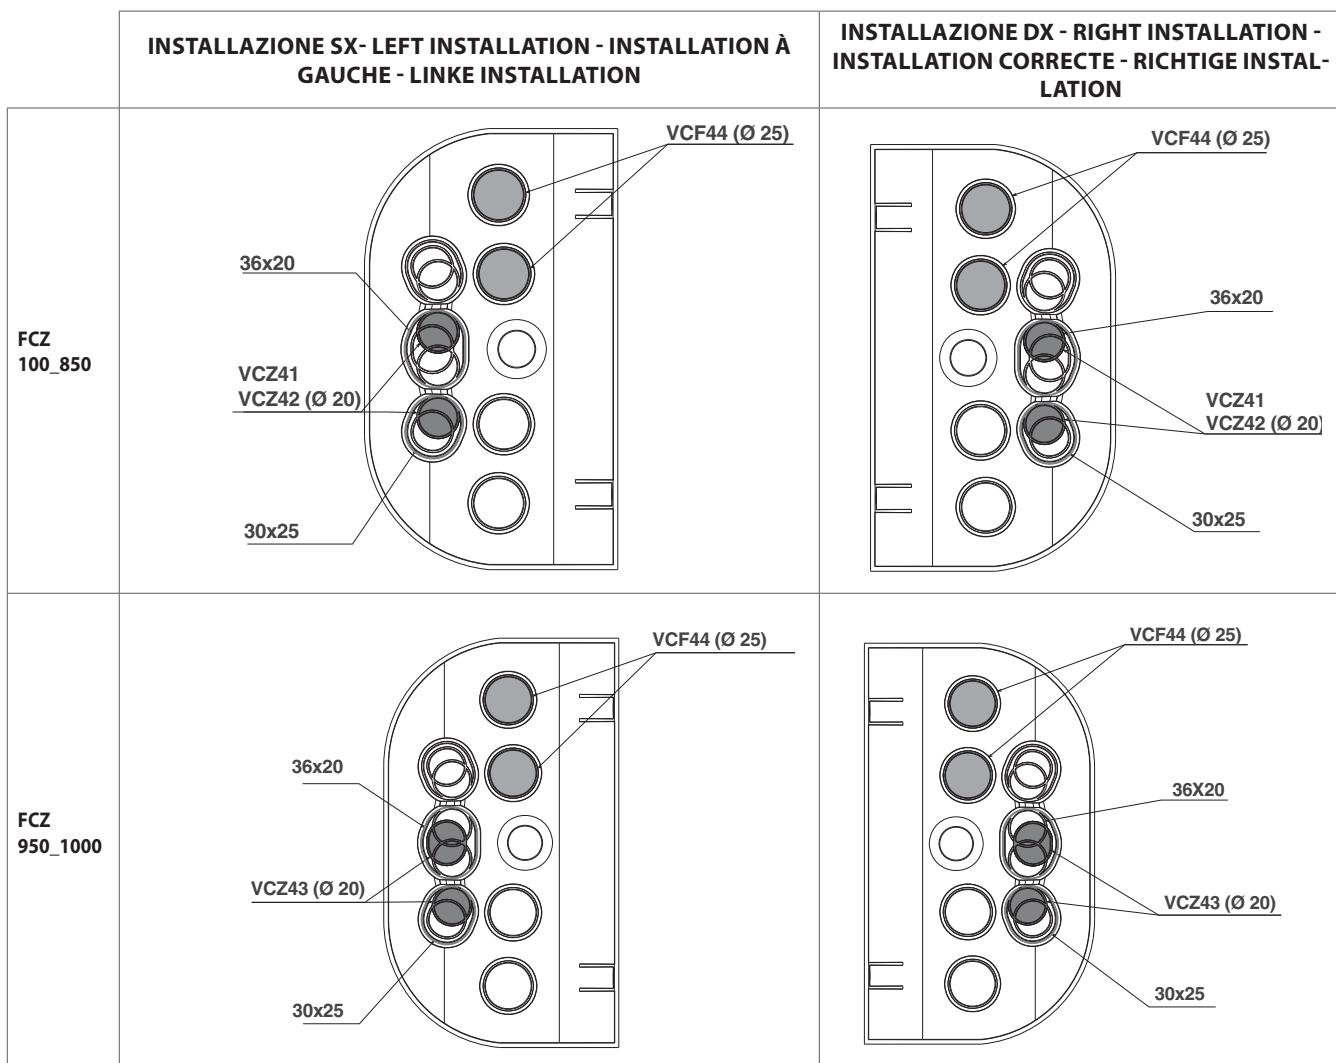

Fig. 2
- nel caso le connessioni idrauliche arrivino dal pavimento sfondare parzialmente, in base alle esigenze d'impianto e alla sezione del tubo, i setti in plastica (vedi tabella fig. 2), ed infilarvi i tubi stessi isolandoli fino a sotto la bacinella. Successivamente provvedere a sigillare con silicone i fori di passaggio onde evitare trafilamento di condensa lungo i tubi;
- if the hydraulic connections come from the floor, partially break through the plastic baffles (see table fig. 2), according to the system's requirements and the pipe's cross-section, and insert the pipes, insulating the section that arrives under the tray. Then seal the passage holes with silicone to prevent condensation along the pipes;
- si les raccords hydrauliques proviennent du sol rompre partiellement, en fonction des exigences d'installation et de la section du tube, les cloisons en plastique (voir tableau fig.2), et y glisser les tubes en les isolants jusqu'à sous le bac. Puis sceller avec de la silicone les trous de passage, afin d'éviter le passage de la condensation sur les tubes ;
- Wenn die Wasseranschlüsse vom Fußboden kommen, müssen die Kunststoffschirme auf Grundlage der Anforderungen der Anlage und des Leitungsquerschnitts (siehe Tabelle Abb. 2) teilweise durchbohrt werden. Anschließend müssen die Leitungen eingeführt und bis unterhalb der Wanne abisoliert werden. Anschließend müssen die Bohrungen mit Silikon abgedichtet werden, um den Austritt von Kondensat entlang der Leitungen zu verhindern.